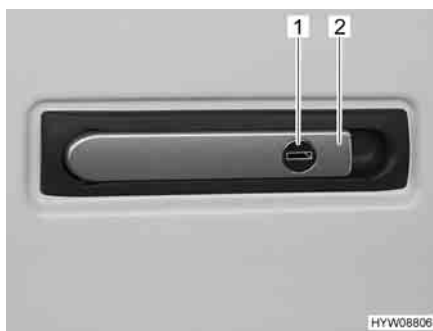

Fig. 29 Chiusura vano portabombole
- Inserire la chiave nel cilindro della serratura (Fig. 29,1) e ruotare in senso orario. La chiusura del vano portabombole è sbloccata.
- Tirare la maniglia (Fig. 29,2) e ruotarla verso il basso.